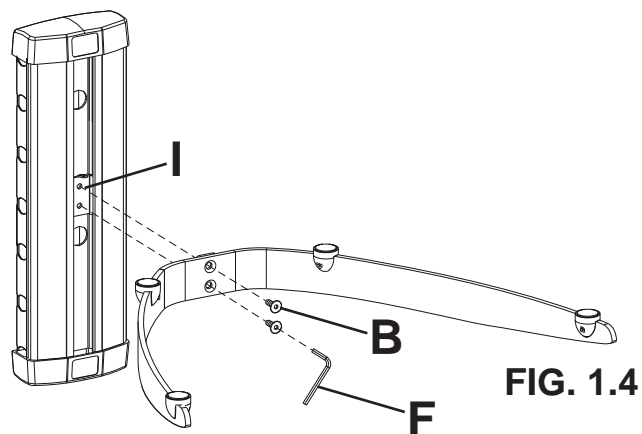

FIG. 1.4
- 1-3** Monteer planksteun (A) op de bevestigingsklem voor de plank (I) met twee schroeven van M5 x 12 mm (B) (zie afb. 1.4). Stel de steun op de gewenste hoogte bij en draai vervolgens de schroeven vast met de inbusleutel van 3 mm (F). Plaats glazen plank (G) op planksteun (A) en bevestig het geheel met een schroef van M5 x 12 mm (B); gebruik hiervoor de inbusleutel van 3 mm (F) (zie afbeelding 1.5).
- 1-3** Fixez le support d'étagère (A) à la pince de fixation pour étagère (I) à l'aide de deux vis M5 x 12 mm (B) comme illustré à la figure 1.4. Réglez le support à la hauteur souhaitée, puis serrez les vis à l'aide d'une clé allen de 3 mm (F). Posez l'étagère en verre (G) sur le support d'étagère (A) et fixez-la avec une vis M5 x 12 mm (B) à l'aide d'une clé allen de 3 mm (F) comme illustré à la figure 1.5.